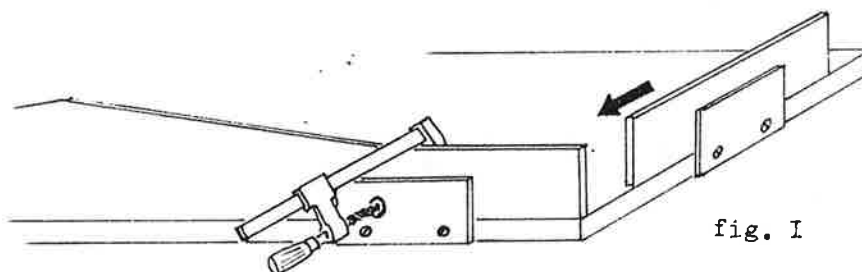

fig. 1
La méthode a été décrite (1) j'y reviens brièvement: A un angle de la porte, on visse sur le chant deux bouts de planche formant ainsi une butée guide à 90° (voir fig. 1)
C'est contre ces deux planches, qu'à l'aide de serre-joints on maintient les côtés extérieurs du module devant être assemblés à angle droit. (fig. 1)